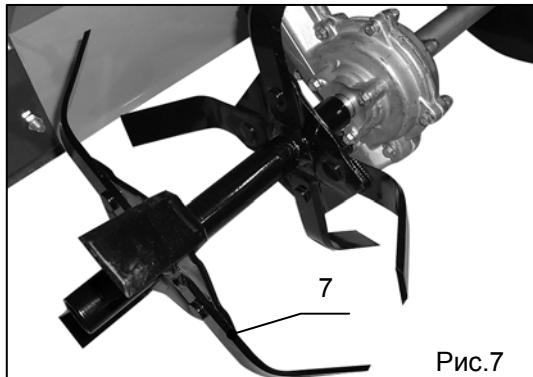
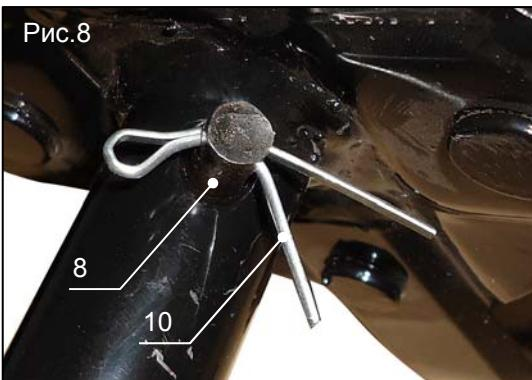

Рис.7
Рис.8
2. Установите на вал редуктора фрезы (поз.7, рис.7) и зафиксируйте их положение при помощи штифтов (поз.8, рис.8)
**Внимание: штифты необходимо зафиксировать шплинтами! (поз.10, рис.8)**